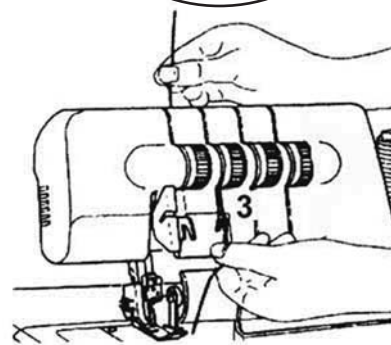

Afb. 25
2. De draad in de draadgeleiding inrijgen, door de draad naar onderen te trekken, totdat hij onder de draadgeleiding glijdt (2) (afb. 25).